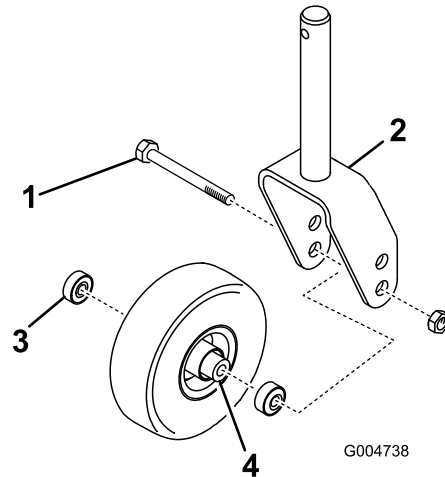

Figura 108
1. Togliete il dado di bloccaggio dal bullone che fissa il gruppo ruota orientabile alla forcella o al braccio di rotazione (Figura 108).
2. Afferrate la ruota orientabile ed estraete la vite a testa cilindrica dalla forcella o dal braccio di rotazione (Figura 108).
3. Togliete il cuscinetto dal mozzo della ruota e lasciate cadere il distanziale del cuscinetto (Figura 108).
4. Togliete il cuscinetto dalla parte opposta del mozzo della ruota (Figura 108).